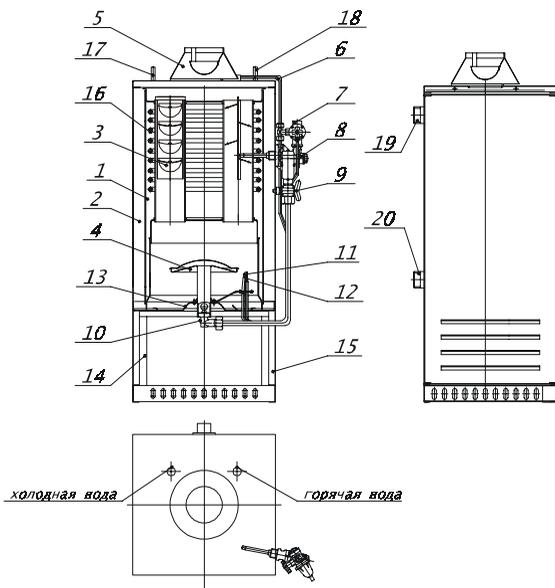

Рис. 2. (исп. 2). Схема аппарата отопительного газового бытового с водяным контуром комбинированного (прямоугольная облицовка):
2.3. Основные характеристики аппаратов исп. 1 (рис. 1), исп. 2 (рис. 2):
5.2. Аппарат исп. 2 (рис. 2) состоит из следующих узлов: теплообменника, внутри которого расположен змеевик горячего водоснабжения, устройства газогорелочного, рамы, крана газового, зонта с обтекателем, автоматики безопасности и регулирования, которая включает клапан газовый магнитный с фильтром, термопару, горелку запальную, терморегулятор, автоматику по тяге и облицовки.
5.6. Вода для бытовых нужд в аппарате нагревается змеевиком 17 (рис. 1), 16 (рис. 2), который, в свою очередь, нагревается горячей водой системы отопления. Терморегулятор должен быть настроен на максимальную температуру.
6.12. При устранении неисправностей в устройстве газогорелочном или для прочистки основной и запальной горелок следует: отсоединить трубки горелок и термопару от узла автоматики, повернуть поддон по оси до прорези в основании 14 (см. рис. 1 (исп. 1)) и в раме 14 (см. рис. 2 (исп. 2)), вывести поддон из прорези в основании и извлечь его из-под аппарата, после выполнения указанных операций вернуть все в первоначальное положение, закрепив трубки горелок и термопару к узлу автоматики.